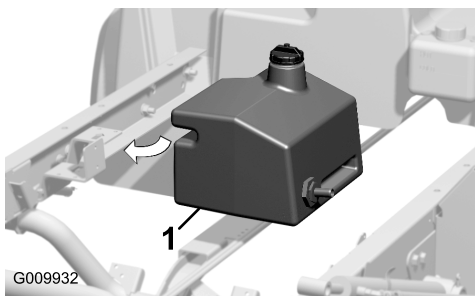

Рисунок 8
1. Разместите гидравлический бак таким образом, чтобы одна его сторона села на нижний левый швеллер рамы, а паз на другой стороне совместился с отверстиями в раскосе рамы (Рисунок 8).